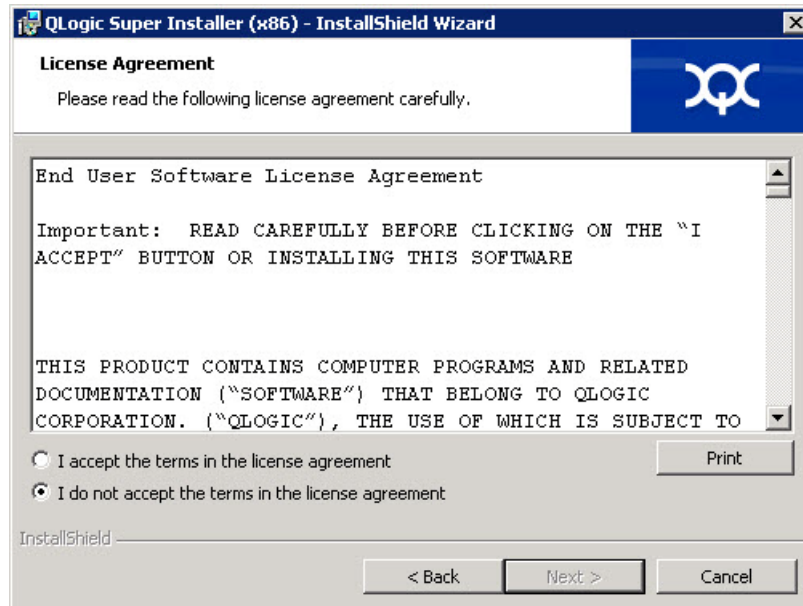

Ilustración 2-3. Asistente QLogic InstallShield: Ventana License Agreement (Contrato de licencia)
4. En la ventana License Agreement (Contrato de licencia) del asistente (Ilustración 2-3 en la página 8):